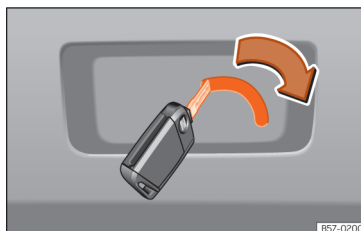

Abb. 11 Ausschnitt Gepäckraum: Notfallentriegelung.
- Drücken Sie zur Entriegelung der Heckklappe den Hebel mit dem Schlüsselbart in Pfeilrichtung » **Abb. 11.**